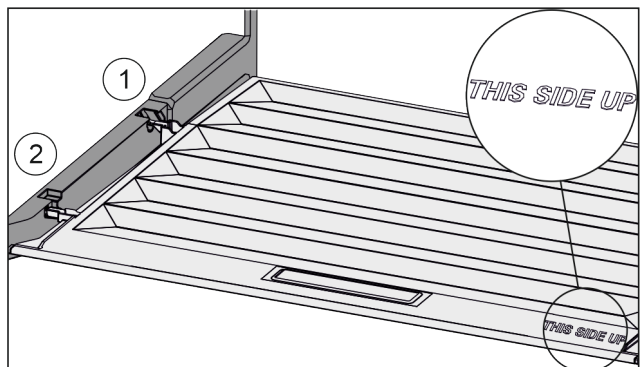

Fig. 37
- ▶ Вставити поперечні ребра через отвір заднього тримача *Fig. 37 (1)* і зафіксувати спереду у тримачі *Fig. 37 (2)*.